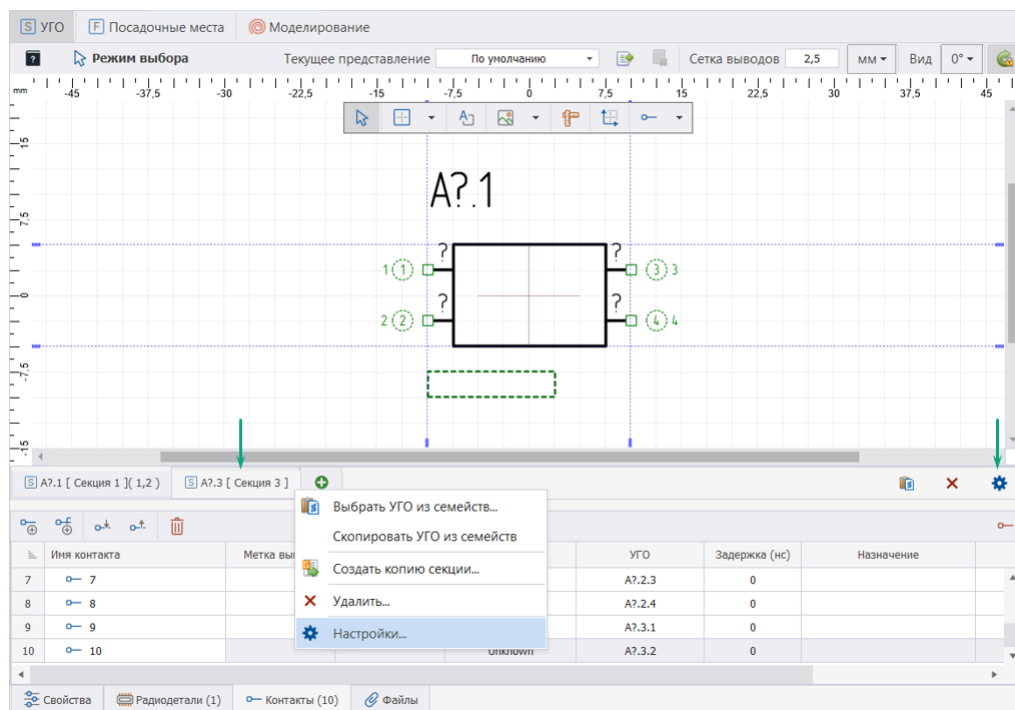

Рис. 187 Вызов настроек секций
1. Вызвать окно настроек из контекстного меню секции или с помощью кнопки , расположенной в правой части редактора, см. Рис. 187.